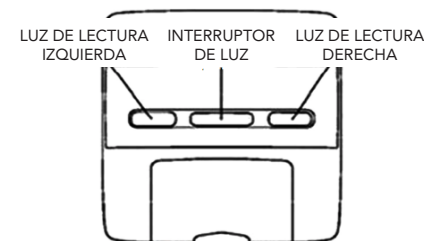

Figura 3.1.10.6
g. Espejo retrovisor interno (ver Figura 3.1.10.7)